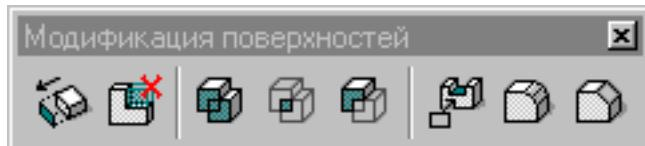
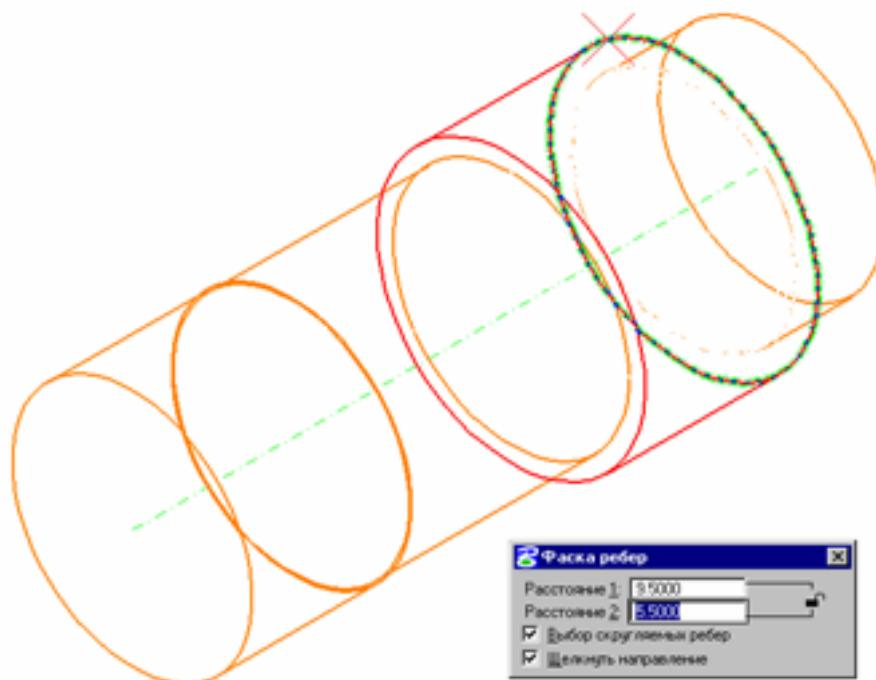

рис. 108
рис. 114
Инструменты в инструментальной панели *3D модификация* (рис. 108) позволяют сопрягать существующие поверхности, используя различные виды сопряжений.
По порядку инструменты в инструментальной панели *3D модификация* (рис. 108): модификация тела, удаление граней, создание объединения, создание пересечения, создание вычитания, отрезание тела, скругление ребер, фаска для ребер.
- Цилиндры построены, теперь надо создать фаску. Для этого выбираем из панели пиктограмм *3D основная* (рис. 105) линейку пиктограмм *Модификация поверхности* (рис. 108), а в ней пиктограмму *Фаска ребер*. В диалоговом окне *Фаска ребер* устанавливаем два расстояния, равные **9.5** и **5.5** миллиметров (не забудьте разомкнуть замочек), соответственно (рис. 114), также устанавливаем галочки в полях *Выбор скругляемых ребер* и *Щелкнуть направление*. Далее выбираем срезаемое ребро (оно подсветится) и подтверждаем (рис. 114). Переходник построен.